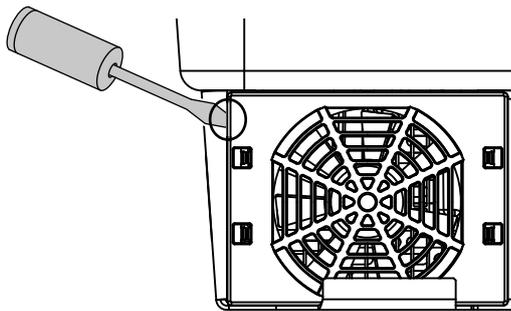

Fig. 63: Staccare la griglia della ventola
2. Smontare la ventola. A tale scopo appoggiare un cacciavite sul bordo della ventola ed esercitare una leggera pressione sulla griglia.  **Fig. 63**